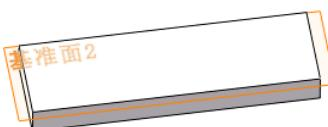

图 13.2.23 基准面 2
Step5. 创建图 13.2.23 所示的基准面 2。选择下拉菜单 **插入(I)** → **参考几何体(G)**